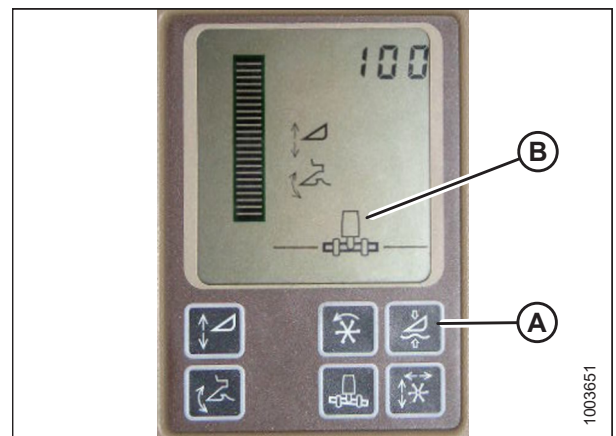

Figura 4.68: Pantalla de la cosechadora John Deere
NO utilice la función de flotación activa de la plataforma (A) junto con el control automático de altura de la plataforma (AHHC) de MacDon, ya que los dos sistemas se contrarrestan entre ellos. El símbolo de la plataforma (B) en la pantalla **NO** debe presentar una línea ondulante debajo de él y debe aparecer exactamente como se muestra en la pantalla activa de control de la plataforma en la Figura 4.68, página 133.